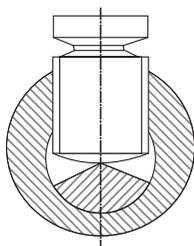
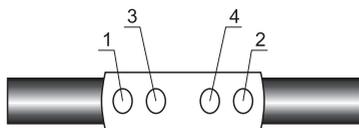

Рисунок 10.
Рисунок 11.
4.22 При использовании гильз со срывными болтами ввести конец жилы в полость гильзы таким образом, чтобы вершина сектора сечения жилы совпадала с осями сжимных болтов (рисунок 10), затем плавно, без рывков, затянуть болты до срыва головок, начиная с крайних (рисунок 11), придерживая гильзу трубным ключом или специальным приспособлением. Выступы болтов спилить напильником до уровня поверхности гильзы, опилки тщательно удалить.